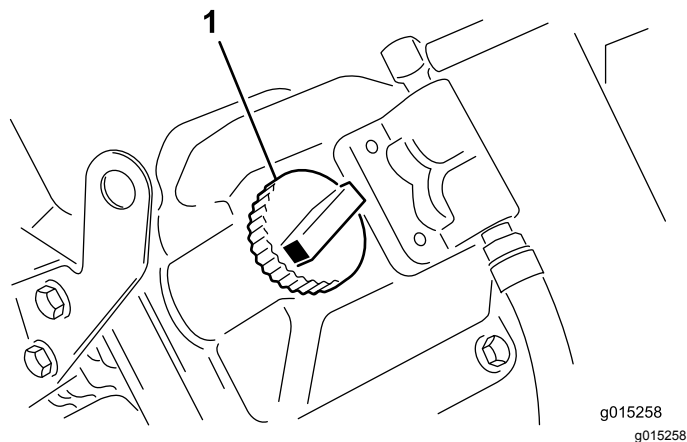

图9
5. 如果油位低于“已满”标记应取下加油管盖添加机油直至油位达到量油尺上的“已满”标记 (图9)。